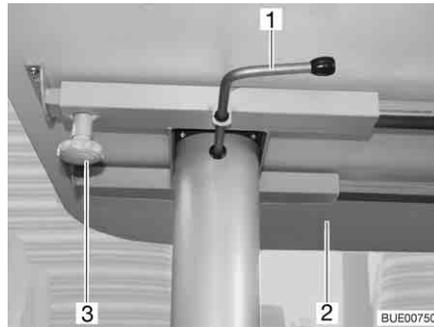

Bild 80 Hubtisch, verschiebbar
- Rändelschraube (Bild 80,3) lösen.
- Tischplatte (Bild 80,2) in die gewünschte Position schieben.
- Den Verriegelungshebel (Bild 80,1) nach links schwenken. Die Verriegelung des Hubmechanismus ist offen.
- Tischplatte (Bild 80,2) in der Mitte bis zum Anschlag nach unten drücken und gedrückt halten.
- Den Verriegelungshebel (Bild 80,1) nach rechts schwenken (Bild 80). Der Hubmechanismus ist verriegelt.
- Den Verriegelungshebel (Bild 80,1) nach links schwenken. Die Verriegelung des Hubmechanismus ist offen. Die Tischplatte fährt bis zum Anschlag nach oben.
- Den Verriegelungshebel nach rechts schwenken (Bild 80). Der Hubmechanismus ist verriegelt.